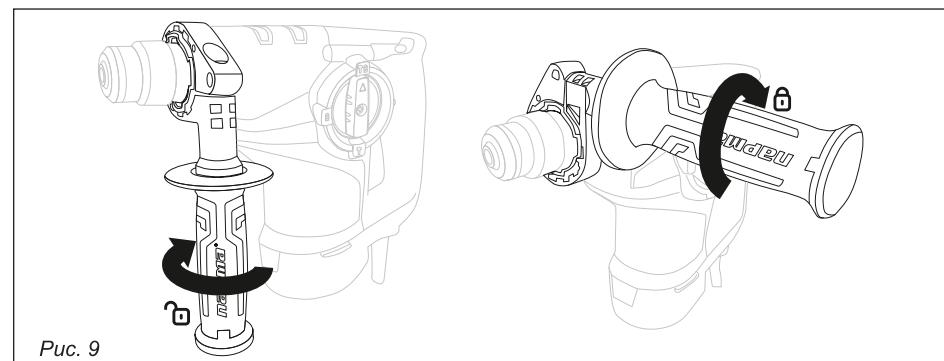

Рис. 9
6.5. Передняя рукоятка (рис. 9)